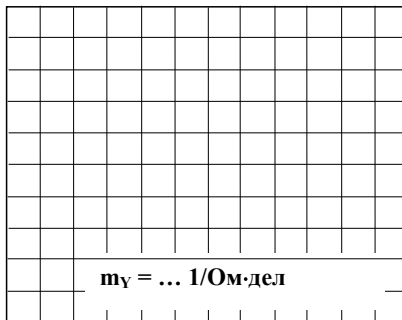

Рисунок 9
1.1. Соберите цепь согласно схеме (рис. 9), подключите регулируемый источник синусоидального напряжения и установите его параметры: $U=5$ В, $f=200$ Гц. В качестве индуктивности с малым активным сопротивлением используйте катушку трансформатора 300 витков, вставив между подковами разъемного сердечника полоски бумаги в один слой (немагнитный зазор).